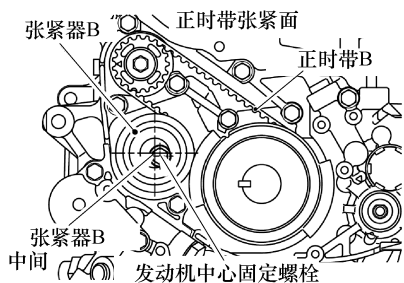

图 4-94 安装正时带 B
2) 安装曲轴链轮 B 上的正时带 B 和平衡轴链轮。正时带的张力侧应张紧, 如图 4-94 所示。
3) 确保张紧器 B 的中心位于如图 4-94 所示的固定螺栓的中心。
4) 用手指抬起张紧器 B, 按箭头的方向移动它, 直至正时带的张力侧张紧。保持张紧器 B 在此位置, 拧紧螺栓, 如图 4-94 所示。